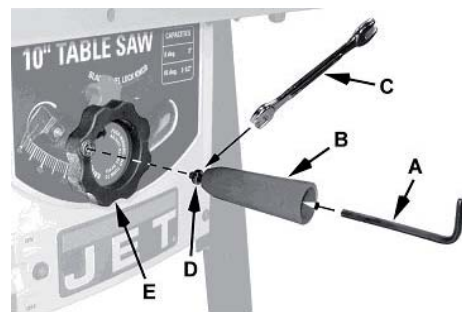

Рис. 17
**Рукоятка маховика (рис. 17)**
- Закрутите в маховик (E) почти до полного упора.
- Закрутите шестигранную гайку (D) таким образом, чтобы рукоятка (B) была установлена прочно, но во время работы была возможность ее вращения.